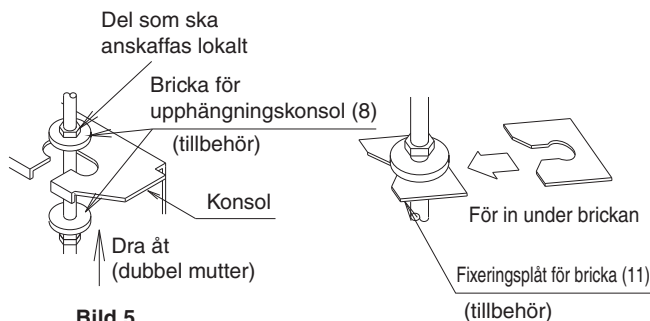

Bild 5
(1) Installera inomhusenheten tillfälligt.
- Fäst hängaren i upphängningsbultarna. Skruva fast den med mutter och bricka på hängarens övre och undre sidor. (Se bild 5.)